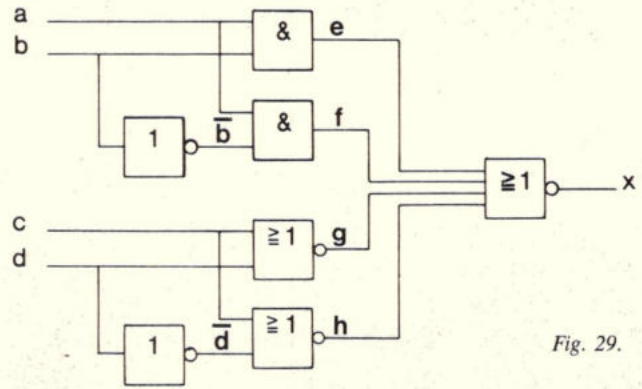

Fig. 29.
2. De schakeling van fig. 29 kan worden vervangen door een combinatie van twee elementaire poortschakelingen. Geef het bedoelde schema.